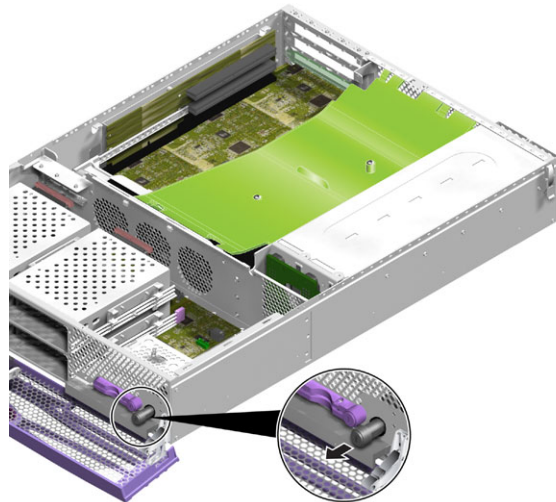

図 1-31 キースイッチ部品の取り外し
6. サーバーのフロントパネルからキースイッチ部品を取り外します (図 1-31)。